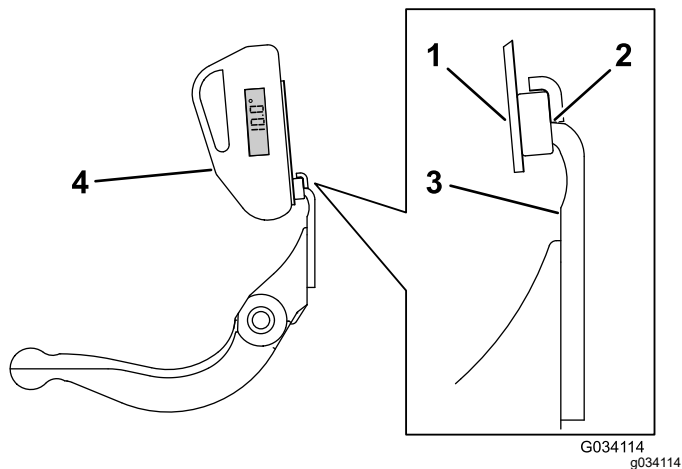

图 28
3. 将角度指示器底座放在底刀边缘上以使磁体边缘与底刀边缘紧密配合图 28。
4. 如 图 28 所示将角度指示器放置到底座上。